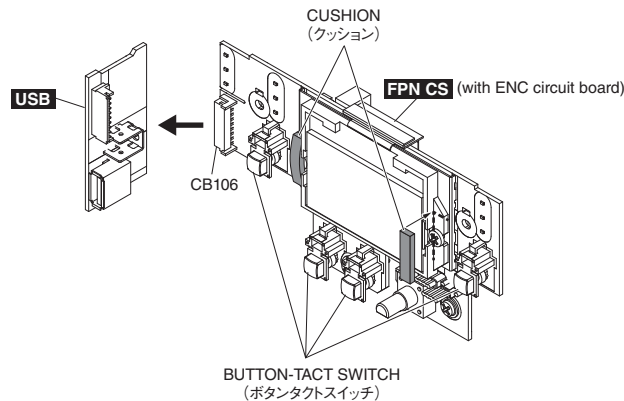

Fig. 9 (図9)
- 11-2 Remove the USB circuit board from the connector on the CB106 of FPN CS circuit board. (Fig. 9)
- 11-3 Remove the four (4) button-tact switches from FPN CS circuit board. (Fig. 9)
- \* **The two (2) cushions are not parts of the FPN CS circuit board. Install the new cushions when replacing the FPN CS circuit board. (Fig. 9)**
- \* **Attach the cushion on FPN CS circuit board in accordance with the dashed line so as to cover the screw as shown in Fig. 9.**
- 11-2 FPN CSシートのCB106のコネクタからUSBシートを外します。(図9)
- 11-3 FPN CSシートより、ボタンタクトスイッチ4個を外します。(図9)
- ※ クッション2個は、FPN CSシートの構成部品ではありません。FPN CSシートを交換する際は、新しいクッションを取り付けてください。(図9)
- ※ クッションを図9に示すように、破線を基準にして、ネジを覆うようにFPN CSシートへ貼り付けてください。